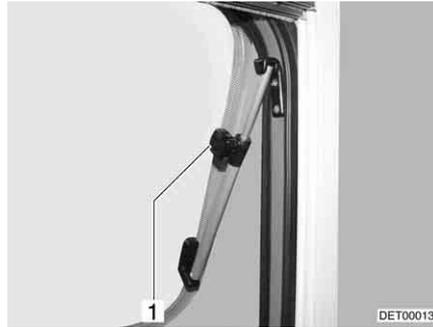

Fig. 53 Ventana abatible con soporte giratorio
- Abrir la ventana abatible hasta la posición deseada y fijarla con el botón moleteado (Fig. 53,1).
- Girar el botón moleteado (Fig. 53,1) hasta que se libere el bloqueo.